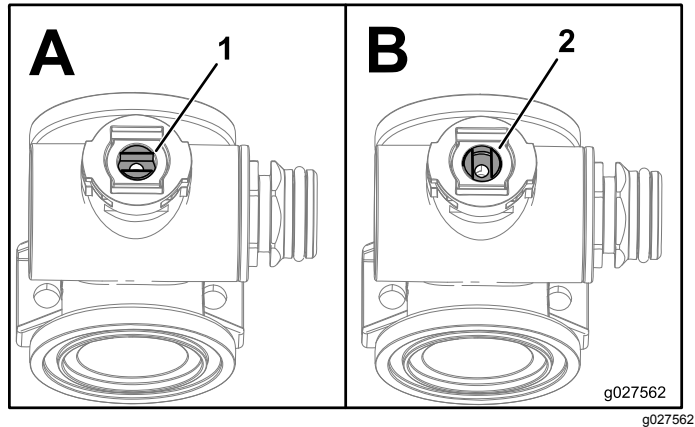

Figura 107
1. Ponga el vástago de la válvula en la posición de cerrado (Figura 107, B).
3. Gire el vástago de la válvula hasta que la bola esté en la posición de abierto (Figura 107, A).
7. Gire el conjunto del vástago de la válvula a la posición de cerrado (B de Figura 107).